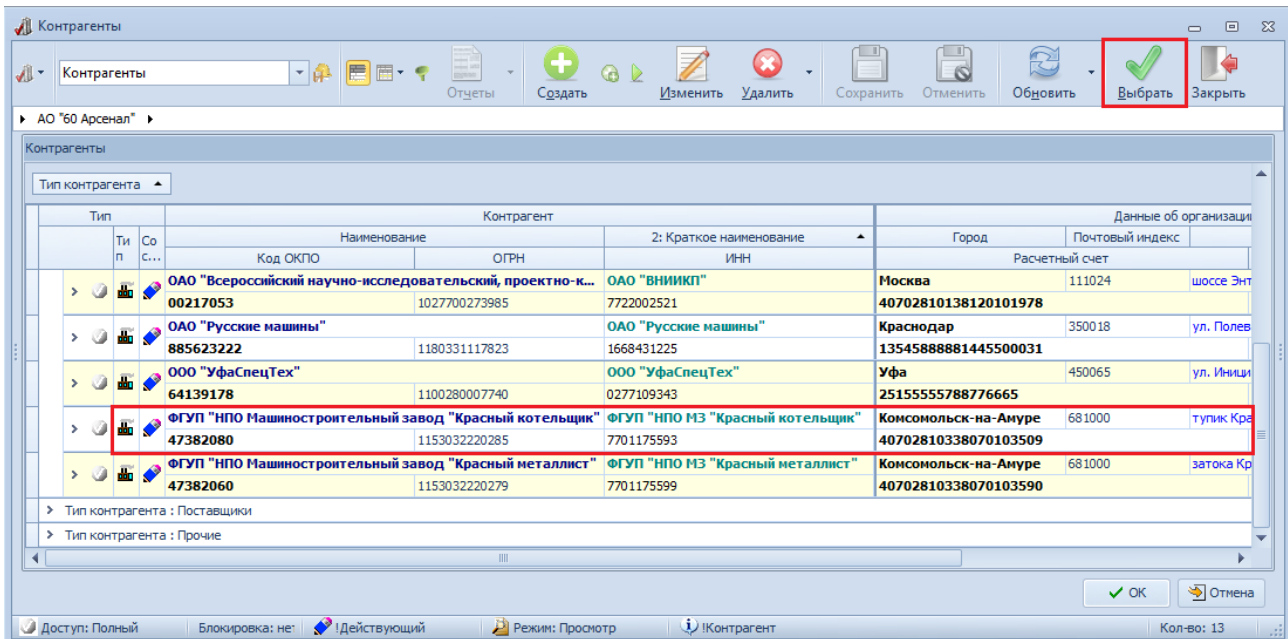

Рисунок 40. Пример выбора заказчика в окне справочника "Контрагенты"
- 7.1 В правой части поля атрибута «**Код ОКПО**» нажать кнопку **Выбор «...»**. В открывшемся окне справочника «**Контрагенты**» в списке типа контрагента «**Заказчики**» выбрать нужного заказчика (или ввести нового), и выделить его, щёлкнув по нужной строке таблицы левой кнопкой мыши (рис. 40).
7.2 На панели инструментов окна справочника «Контрагенты» нажать кнопку **Выбрать** (см. рис. 40).